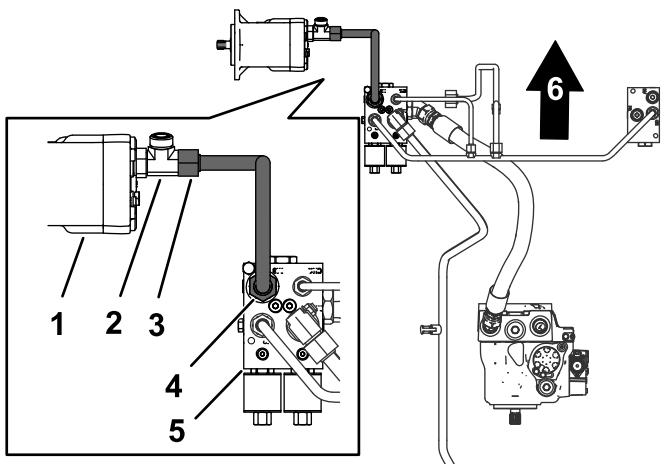

Figure 11
1. Alignez les écrous-raccords du tube de moteur de traction sur les raccords du moteur de traction et du collecteur du diviseur de débit (Figure 11).